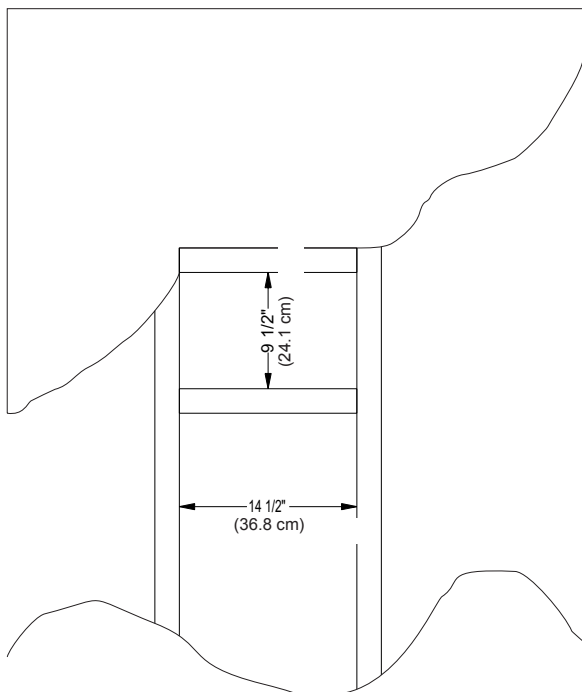

Figure 52
1. Une fois que l'emplacement de l'extrémité d'évacuation a été déterminé, construire un cadre avec des matériaux de mêmes dimensions que le mur existant. **Voir Figure 52.** Le jour doit mesurer 9-1/2 po (24,1 cm) de haut sur 14-1/2 po (36,8 cm) de large.